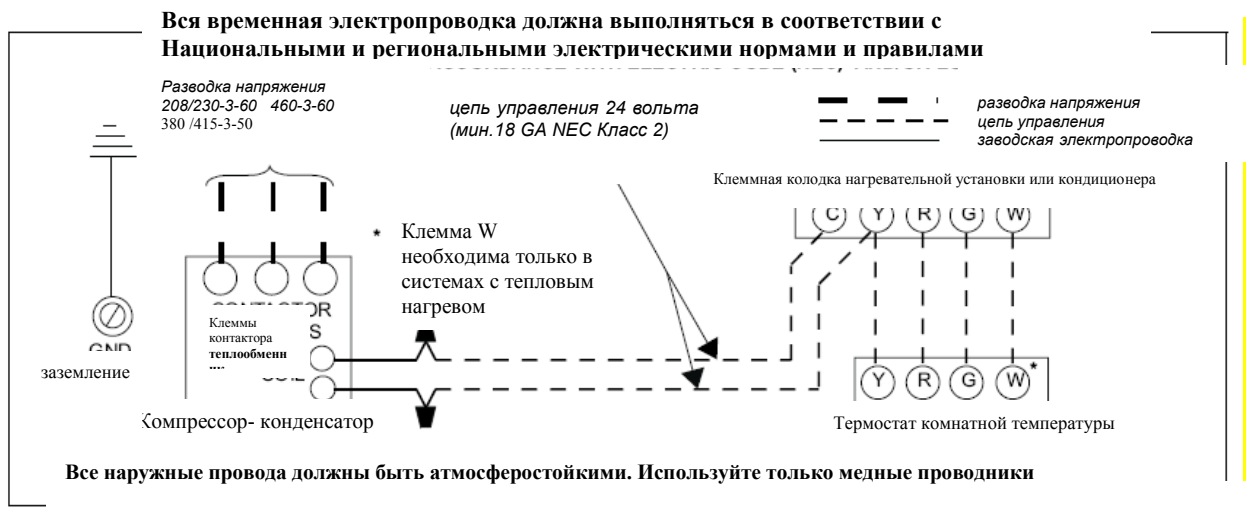

Рис. 5 – Стандартная электромонтажная схема для Моделей 036 – 060
2. Используя муфты, соедините кабели низкого напряжения, как показано на Рис. 5, 6 или 7.